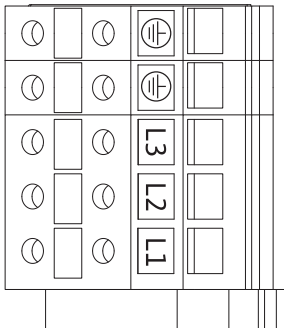

fig. 22: Nätanslutningsplintar
- Nätanslutningsplintar (fig. 22)